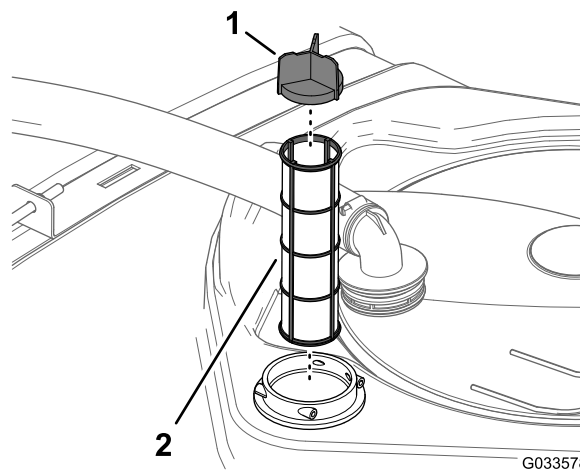

図 96
4. フィルタハウジングタンク内部からストレーナを取り出す **図 96**。